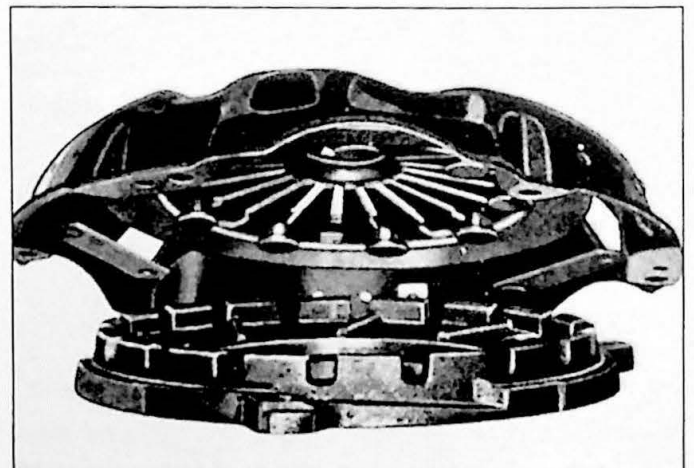

Fig. 5.11. Montage van de koppeling.
1. Plaats de koppelingsplaat en de koppeling (hoogste zijde van de naaf naar achteren) tegen het vliegwiel en breng het centreerhulpstuk SVO 2484 aan zodat de geleidetape in het geleidelager valt van het vliegwiel (Fig. 5.11).